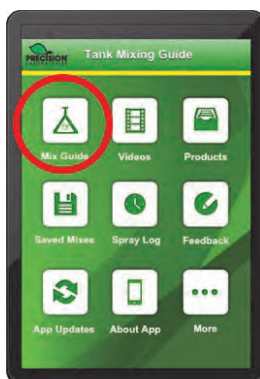
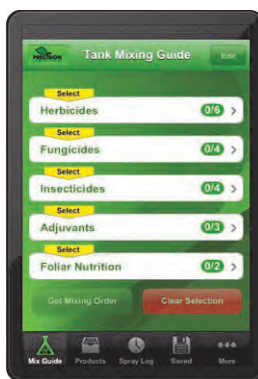

Figure 1 – Écran d'accueil de l'application de Precision Laboratories pour les mélanges en cuve
Figure 2 - Choisir l'une des cinq catégories et choisir les ingrédients du mélange en réservoir (jusqu'à 19 possibilités)
Avant la mise en service de chacun de vos pulvérisateurs, vous devriez prévoir une demi-journée de préparation. Il est possible que l'opération dure moins longtemps, mais les manomètres se détachent, les raccords se fendillent et les paliers grippent; soyez donc prêts à vous procurer des pièces de rechange (voir Figure 1).
Figure 1. Il faut du temps et beaucoup de travail pour libérer des pièces grippées comme cette boîte de vitesses de ventilateur. Prévoyez une demi-journée de préparatifs par pulvérisateur avant sa remise en service, et assurez-vous de savoir où trouver des pièces de rechange.
À l'écran d'accueil, choisissez *Mix Guide* (voir Figure 1), choisissez la catégorie de produits que vous souhaitez mélanger en cuve (voir Figure 2), puis choisissez le(s) produit(s) en question dans la liste alphabétique. L'application analyse votre sélection et vous suggère le meilleur ordre d'ajout dans la cuve. À noter que ce sont des produits américains qui peuvent avoir des noms différents au Canada, si toutefois ils sont homologués. L'application a des options intéressantes que vous pourrez mettre à l'essai, par exemple la sauvegarde de vos mélanges pour référence et l'accès à des vidéos de formation.
La comparaison des niveaux annuels de fermeté à la cueillette de la pomme McIntosh démontre une faible diminution depuis les années 90 dans les régions de l'Ontario et du Québec (Fig. 1). Cependant, d'autres études doivent être effectuées sur les comparaisons multiples entre les productions de pommes, avant et après les années 90, pour déterminer le facteur principal qui expliquerait cette diminution. Les simples modifications apportées aux pratiques de gestion des vergers, à la quantité de pommiers par verger, aux charges de récolte, aux techniques de manutention ou aux indices sur la qualité des fruits qui sont utilisées pour déterminer le niveau de maturité peuvent avoir une incidence sur les niveaux de fermeté au moment de la cueillette (Harker et coll. 1997). Il a été proposé que la détérioration dans les propriétés relatives à la texture de la pomme pourrait dépendre de l'élaboration de systèmes de cultures plus intensifs à l'intérieur du verger et des normes plus exigeantes sur le calibre de la pomme, ce qui diminue les valeurs globales de fermeté au moment de la cueillette. En Angleterre, cette tendance à la diminution des valeurs de fermeté de la pomme est apparue dans les pommes « Cox's Orange Pippin » lorsqu'entre 1966 et 1984, la fermeté après l'entreposage a diminué de plus de 10 Neutons (N)* en dépit de l'amélioration des techniques d'atmosphère contrôlée au fil des ans (Horscroft, 1989). L'interprétation des données demeure problématique en raison des variations des méthodes utilisées pour évaluer la fermeté et le calibre du fruit, des technologies d'entreposage et de durée de l'entreposage, à mesure que l'industrie des fruits de verger devient plus complexe.
Fig. 1. Les niveaux de fermeté de la pomme McIntosh à la cueillette (N) en fonction des années de récolte, pour tous les emplacements compris dans cette étude, avec une courbe de la tendance au moment de la cueillette pour les données. Veuillez noter que ~62-72 N = ~14-16 lb